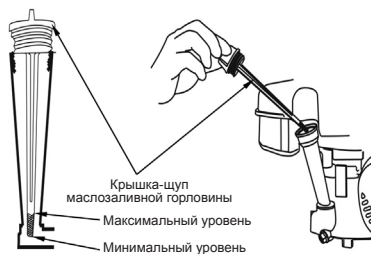

Рис. 6
2. Выкрутите крышку/щуп маслосазливной горловины (Рис.6).